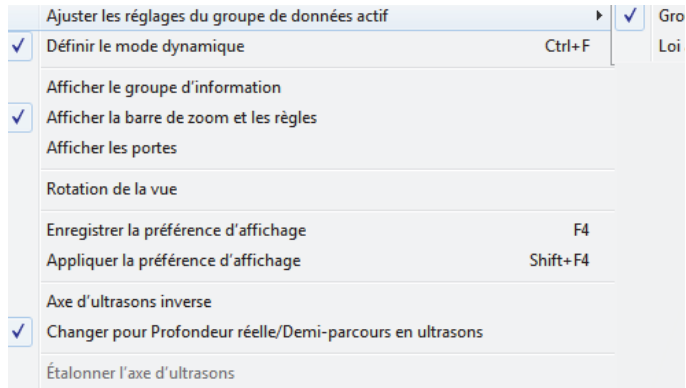

Figure 4-17 Sélection du groupe actif
1. Faites un clic droit dans l'en-tête de la vue (partie supérieure), et sélectionnez **Groupe actif** (Figure 4-17 à la page 120).